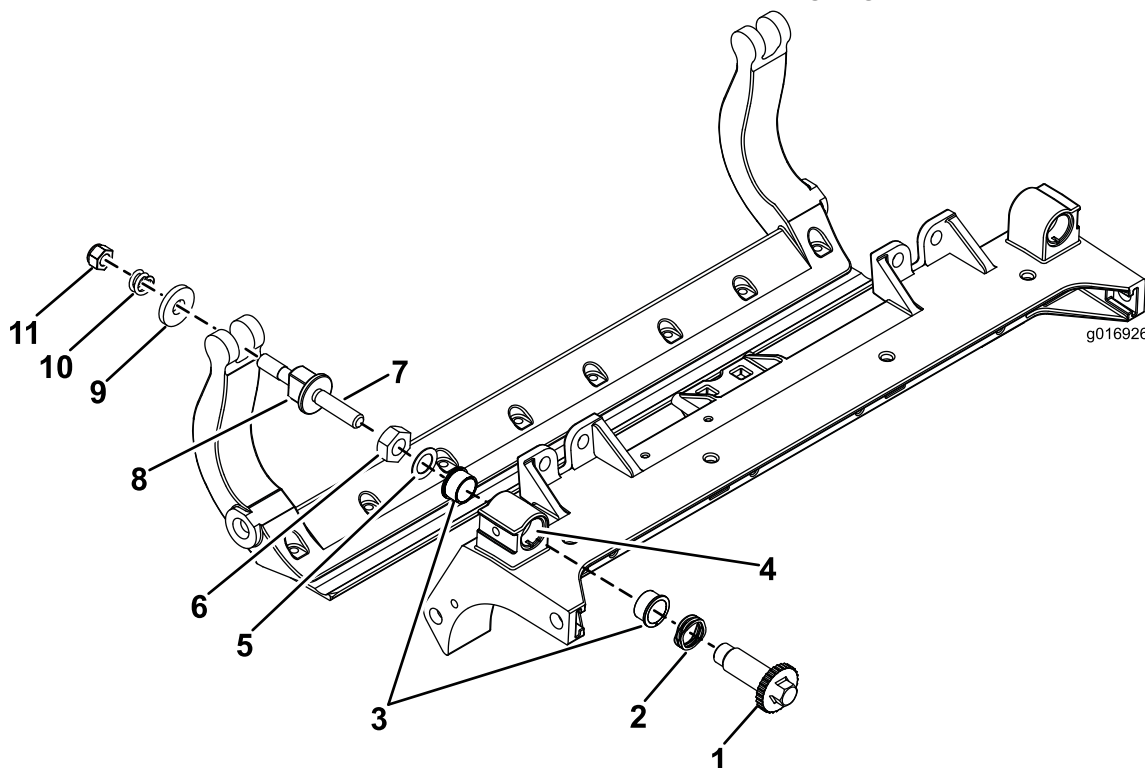

Figure 28
1. Enlevez toutes les pièces (voir les *Instructions d'installation* du kit DPA renforcé et la Figure 28).
2. Appliquez du produit antigrippage « Never Seize » à l'intérieur du logement des bagues sur le cadre central du plateau de coupe (Figure 28).
3. Alignez les clavettes des bagues à embases sur les fentes de leur logement sur le cadre, et mettez les bagues en place (Figure 28).
4. Posez une rondelle ondulée sur l'axe de réglage et insérez l'axe dans les bagues à embase sur le cadre du plateau de coupe (Figure 28).
5. Fixez l'axe de réglage avec une rondelle plate et un contre-écrou (Figure 28).
12. Placez une rondelle en acier à l'extérieur de chaque rondelle en nylon (Figure 28).
Remarque: Les rondelles peuvent présenter un espace à l'intérieur (Figure 28).
15. Serrez l'écrou sur chaque vis de réglage de la barre d'appui jusqu'à ce que le ressort de compression soit complètement comprimé, puis desserrez l'écrou de 1/2 tour (Figure 28).